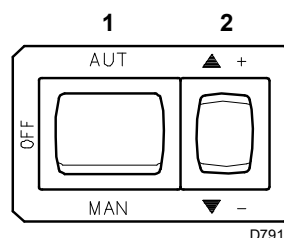
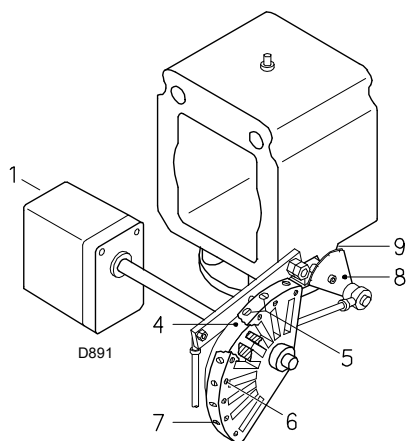
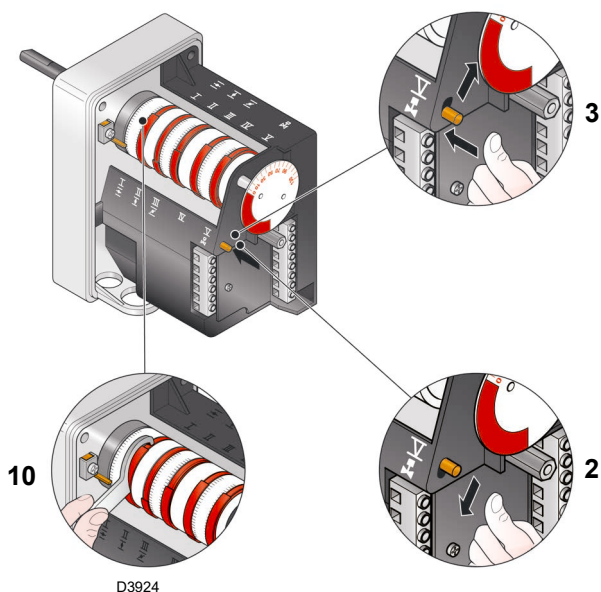
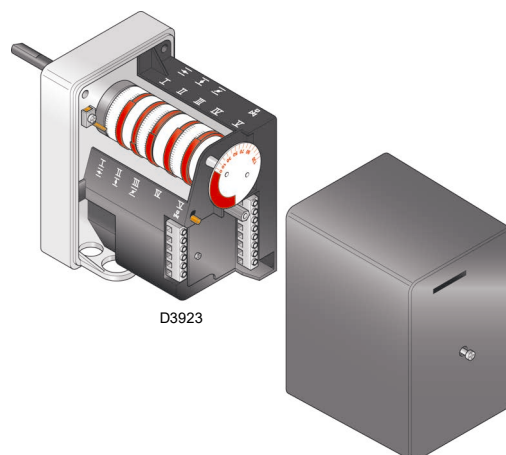

Fig. 31
Fig. 32
Fig. 33
Fig. 34
Fermer les thermostats/pressostats et mettre l'interrupteur de la Fig. 31 sur « MAN ».
Le réglage de l'air est effectué en modifiant l'angle de la came III) (Fig. 34, à la page 27) et au moyen du sélecteur 2) (Fig. 31). Pour le réglage de la came du servomoteur, voir Fig. 33.
Appuyer maintenant sur le bouton 2) (Fig. 31) « augmentation de puissance » et le maintenir enfoncé jusqu'à ce que le servomoteur ait ouvert le volet d'air et le papillon gaz.
À titre d'orientation, on peut le trouver dans le Tab. J, à la page 21, il suffit de lire la pression du gaz sur le manomètre en U, voir Fig. 34, à la page 27, et suivre les indications.
Le réglage de l'air est effectué en modifiant l'angle de la came I)(Fig. 34, à la page 27) et au moyen du sélecteur 2)(Fig. 31, à la page 25).
Pour le réglage de la came du servomoteur, voir Fig. 33.
Légende (Fig. 32)
La puissance MIN. doit être choisie dans la plage de puissance reportée dans la Fig. 2, à la page 8. Appuyer sur le bouton 2)(Fig. 31, à la page 25) « Diminution de puissance » et le maintenir enfoncé jusqu'à ce que le servomoteur se mette (Fig. 33) sur le réglage effectué en usine.
Modifier progressivement le profil initial de la came mécanique 4) (Fig. 32), en agissant sur les vis 5) (Fig. 32).
Remettre la puissance à 800 kW en agissant sur les vis 5) de la came mécanique (Fig. 32) et vérifier les émissions.
Le réglage est effectué en modifiant l'angle de la came III) du servomoteur (Fig. 34, à la page 27) et au moyen du sélecteur 2)(Fig. 31, à la page 25).
Pour l'éventuel réglage de la came III, voir Fig. 33.
Le passage d'une position à la suivante est obtenu en maintenant le bouton 2) enfoncé sur le symbole (+) ou (-) (Fig. 31, à la page 25). Appuyer légèrement sur le bouton 2)(Fig. 31, à la page 25) «Augmentation de puissance » afin que le servomoteur tourne d'environ 20°, voir index gradué servomoteur Fig. 33 et index gradué volets d'air 8)(Fig. 32 à la page 26).
Visser ou dévisser la vis 5) de la came mécanique (Fig. 32, à la page 26) choisie pour augmenter ou diminuer le débit de gaz de façon à l'adapter au débit correspondant d'air pour obtenir une combustion optimale.
Éteindre le brûleur en agissant sur l'interrupteur 1)(Fig. 31), position OFF, désolidariser la came mécanique 1)(Fig. 34) pour séparer les engrenages du servomoteur, en appuyant et en déplaçant le bouton 3)(Fig. 33) vers le bas et vérifier plusieurs fois en tournant manuellement la came mécanique 1)(Fig. 33) en avant et en arrière que le mouvement est souple et sans points durs.
Il est recommandé de fixer à nouveau la came mécanique 5)(Fig. 32 à la page 26) au servomoteur en déplaçant le bouton 3)(Fig. 33) vers le haut.
- 6s :** Démarrage du servomoteur : il tourne vers la droite de 130°, à savoir jusqu'à l'intervention du contact sur la came I (Fig. 34, à la page 27). Le volet d'air se positionne sur la puissance MAX.
- 80s :** Le servomoteur tourne vers la gauche jusqu'à l'angle établi sur la came III (Fig. 34, à la page 27) pour la puissance MIN.
- 112s :** Le volet d'air et le papillon gaz se positionnent sur la puissance MIN (avec la came III) (Fig. 34, à la page 27) à 40°.